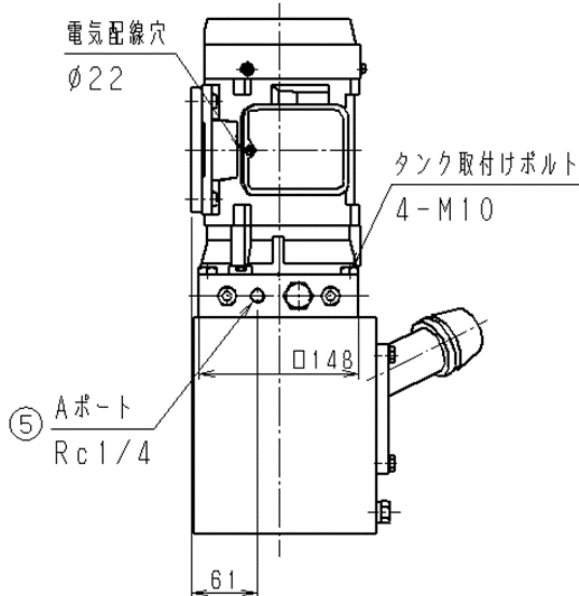

図3 左側面図
- (1) 本機はタンクを下側にして垂直に取付けて下さい。
- (2) モーターは全閉外扇形になっていますが、完全に密閉されていないので屋外に取付ける時は、本機全体をカバーで覆って下さい。
- (3) 設置場所の環境は、通気性が良く、周囲温度10～40℃が理想的です。
- (4) 電源の配線は、電源側の端子を確実にビス止めし、端子箱のフタをして下さい。
- (5) 本機にはRc1/4の吐出ポート(図3、4参照)が2ヶ所あります。ここへ接続する配管材料はRc1/4を使用して下さい。他の部分の配管材料もRc1/4、又は、それ以上のものを使用して下さい。
- (6) 使用する配管材料は、十分にフラッシングしたものを使用して下さい。
- (7) 配管材を接続する時は、漏れ防止のためシールテープ等を使用し、ねじ込みトルクは30N・m程度にして下さい。
- (1) 長時間使用により油漏れなどの為、油面計の最低レベル以下になった時は、作動不良の原因となりますので新油を補給して下さい。
- (2) 実使用时间約1000 hr 毎に、油の劣化による特性や寿命の低下防止の為に全部の油を新油と交換する事を推奨します。油を抜く時はドレンプラグ (図3参照) をスパナで取り外して行なって下さい。